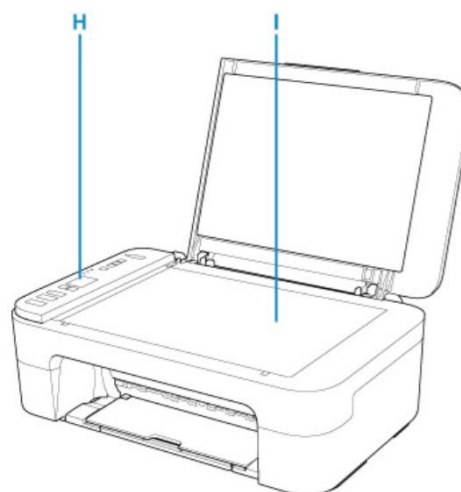

Рисунок 1.7 – Вигляд з відкритою кришкою
- Вигляд з відкритою кришкою (див. рис. 1.7):